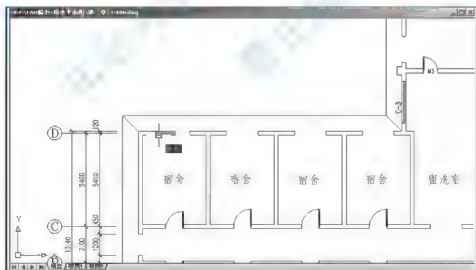

图 3.89 确定图块的插入点
(1) 在命令行输入“MINSERT”后按 Enter 键。
① 在输入块名或 [?]: 提示下,输入“窗块”。
② 在指定插入点或 [基点(B)/比例(S)/X/Y/Z/ 旋转(R)/预览比例(PS)/PX/PY/PZ/预览旋转(PR)]: 提示下,单击如图 3.89 所示的位置以确定插入点。